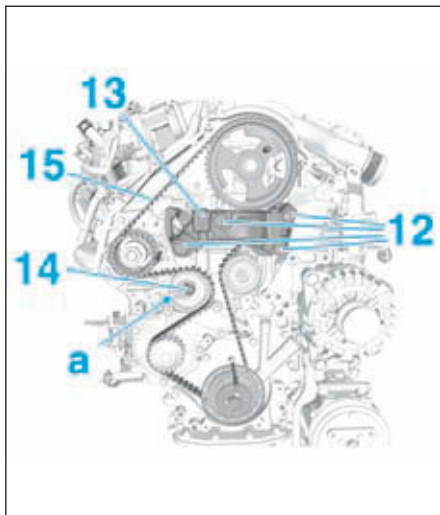
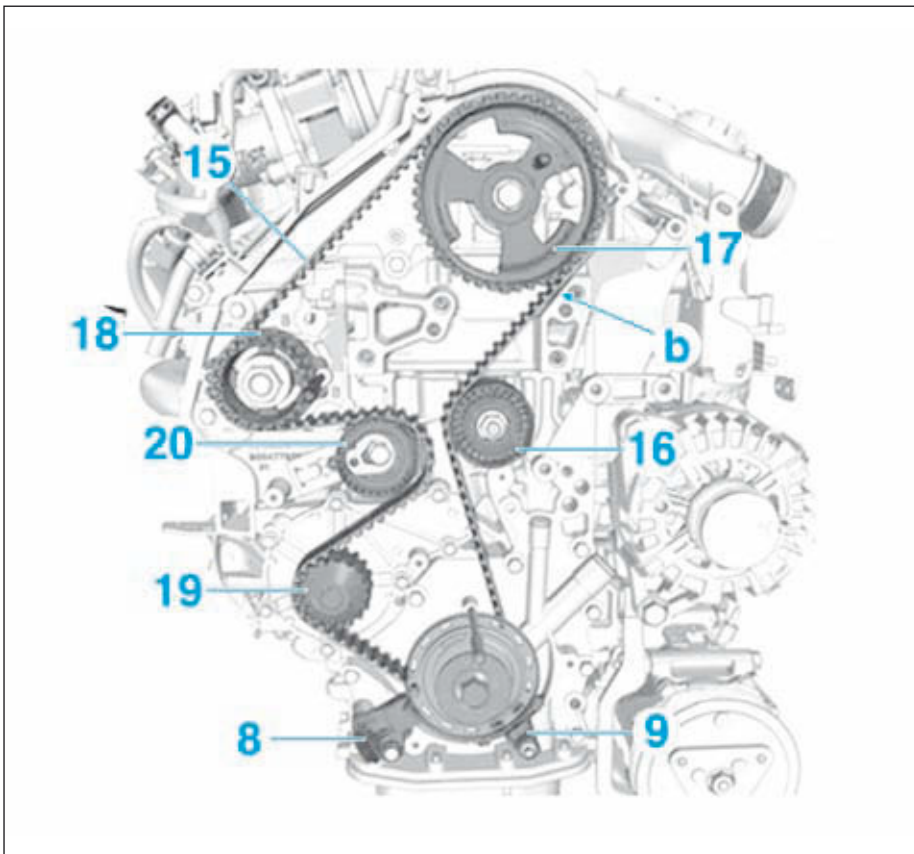
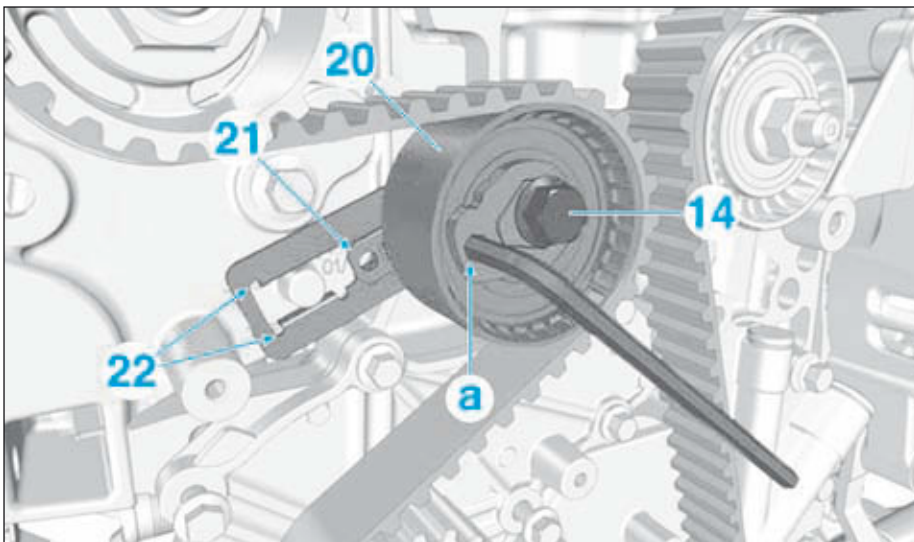

FIG.6
FIG.7
FIG.8
- Déposer les vis (12) et la partie inférieure (13) du support moteur droit (Fig.6).
- Vérifier le serrage du galet enrouleur (16) (Fig.7).
- Mettre en place la courroie de distribution (15) sur le pignon de vilebrequin.
- galet enrouleur (16),
- roue dentée d'arbre à cames (17),
- pignon de pompe haute pression (18),
- pignon de pompe à eau (19),
- galet tendeur (20).
- le capteur de position de vilebrequin (8),
- le guide de courroie (9).
- A l'aide d'une clé six pans en (a), tourner le galet tendeur (20), dans le sens antihoraire, jusqu'à ce que l'index mobile (21) soit situé au centre de la fenêtre (22) (Fig.8).
- Dans cette position, serrer la vis (14).
- Reposer la partie inférieure (13) du support moteur droit (Fig.6).
- Vérifier que l'index mobile (21) soit toujours situé au centre de la fenêtre (22) (Fig.8).